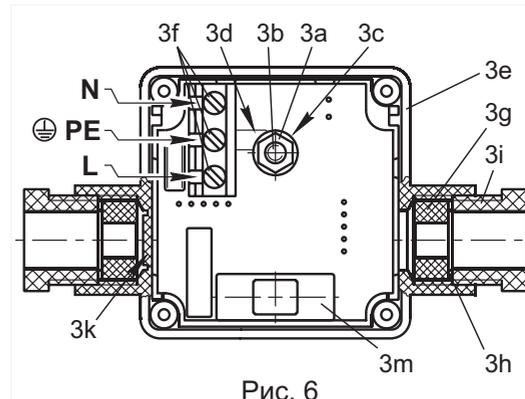

Рис. 6
4.3.3 На лицевой поверхности клеммной коробки открутите четыре винта крепления крышки. Снимите крышку клеммной коробки вместе с резиновым уплотнением. Клеммная коробка со снятой крышкой показана на рис. 6.